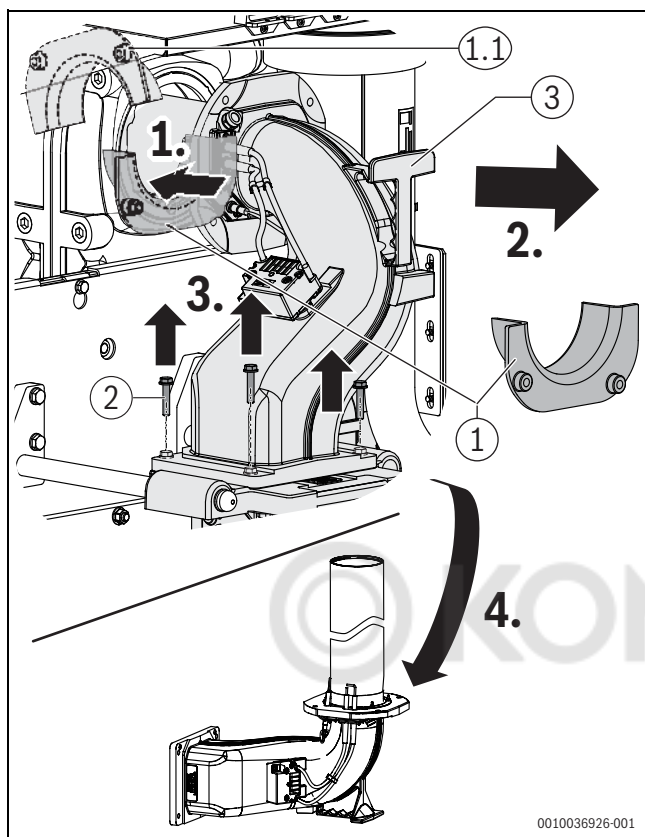

Рис. 51 Извлечение смесительного патрубка со штабом горелки
- ▶ Установите аппликатор. При поставке аппликатор подвешивается за верхнюю крышку (→Рис. 51).
- ▶ Удалите 4 винта на смесительном патрубке/салазках (→Рис. 51).
- ▶ Извлеките смесительный патрубок со штабом горелки и отложите на место укладки, защитив от падения, а также от загрязнения и повреждений (→Рис. 51).
- ▶ Осторожно снимите всю горелку и отложите ее на место укладки [3] смесительного патрубка (→Рис. 51) и защитите от повреждения.